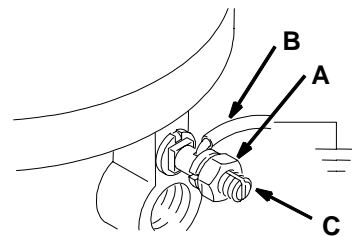

Fig. 3
1. *Pompe*: Desserrer l'écrou (A) et la rondelle de la borne de terre. Introduire l'une des extrémités d'un fil de terre (B) de 1,5 mm² minimum dans la fente de la borne (C). Serrer l'écrou à fond. Voir Fig. 3. Raccorder l'autre extrémité du fil à une véritable prise de terre. Commander une pince de terre, Réf. No. 103-538, et un fil de terre, Réf. No. 208-950 (7,6 m de long, 1,5 mm²).